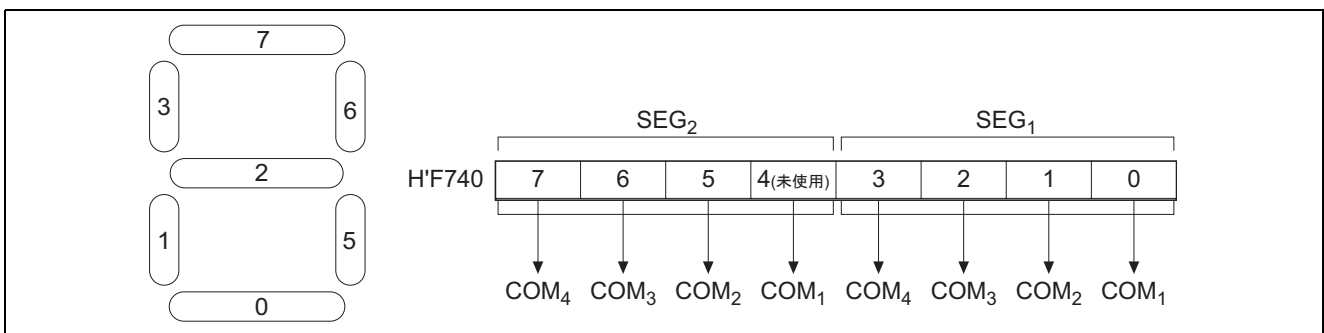

図 6 LCD の表示/非表示と対応する LCD RAM 設定値の関係
(7) 図 6 に 6 桁 7 セグメント LCD の SEG1, SEG2 に対応する LCD RAM の関係を示します。図 6 に示すように 0~7 に対応する LCD RAM のビットに "1" をセットすると LCD は表示, "0" にクリアすると LCD は非表示します。